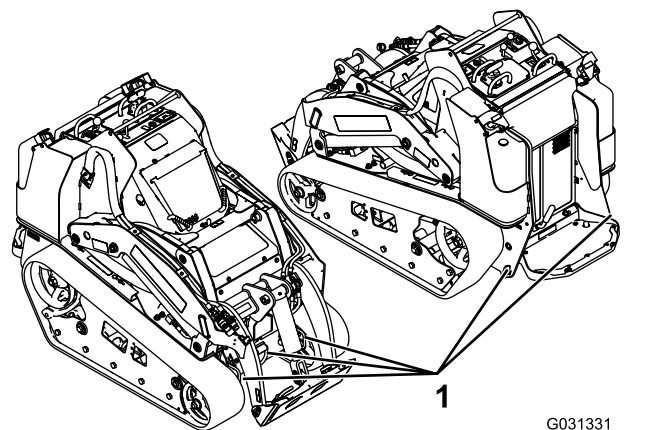

Bild 29
8. Befestigen Sie die Maschine mit den Metallbefestigungsschleifen und Riemen, Ketten, Kabel oder Seilen am Anhänger oder Pritschenwagen (**Bild 29**). Halten Sie die örtlichen Vorschriften für die Vergütung ein.
Sie können die Maschine mit den Vergütungsstellen bzw. Hebeschlaufen als Hebestellen anheben, wie in **Bild 29** abgebildet.